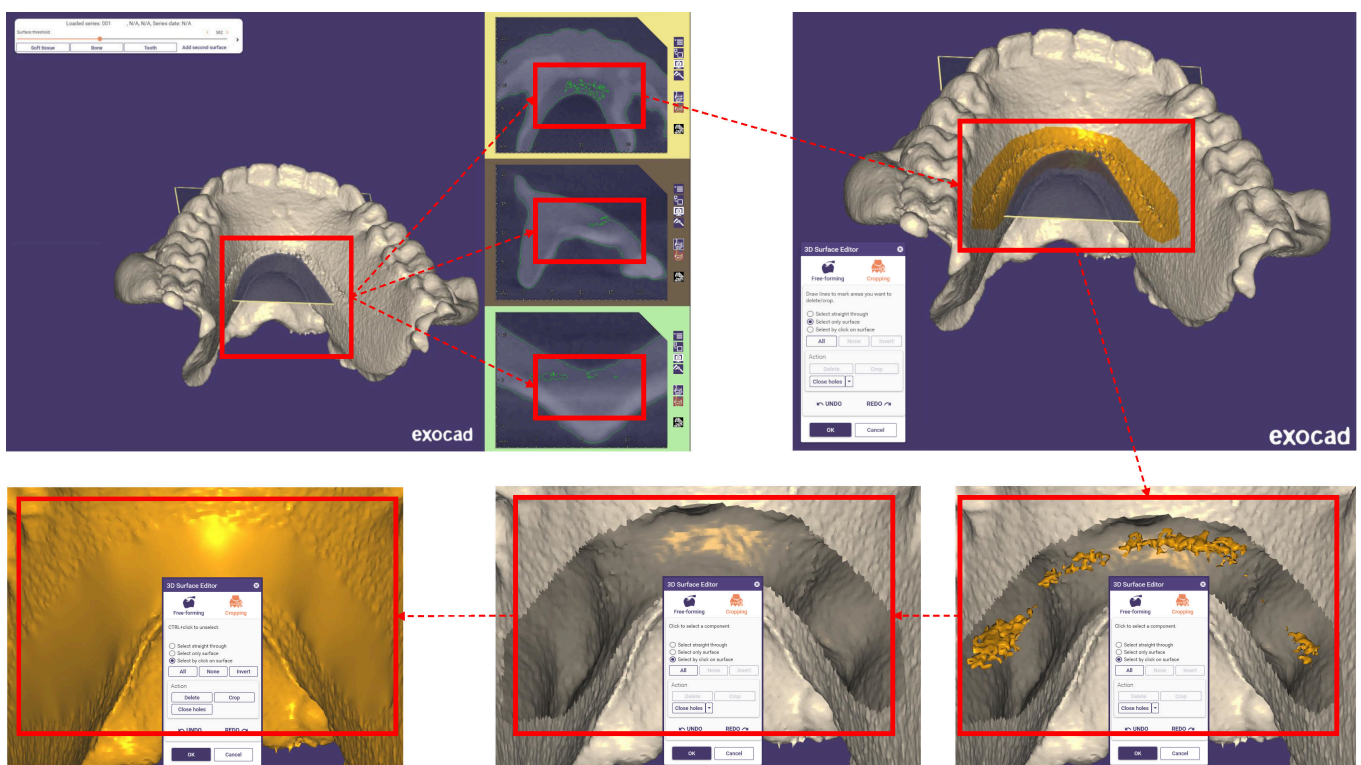

Abb. 18.26: Fehlerbehebung für den Fall, dass die Zusammenführung fehlschlägt
- Schritt 3:** Prüfen Sie in Sekundäransichten auf verbleibende Mesh-Artefakte innerhalb des Prothesen-Meshs, die mit dem Prothesen-Mesh verbunden sind (siehe Abbildung 18.26). Verwenden Sie die Option OBERFLÄCHE MARKIEREN und wählen Sie den Oberflächenabschnitt des Meshs, mit dem die Mesh-Artefakte verbunden sind. Löschen Sie die Auswahl, um die Mesh-Artefakte vom Prothesen-Mesh zu lösen. Wählen Sie das Prothesen-Mesh mit der Option MIT KLICK AUF OBERFL. MARKIEREN und kehren Sie die Auswahl um. Dadurch werden die abgelösten Mesh-Artefakte ausgewählt. Löschen Sie schließlich diese Mesh-Artefakte, wählen Sie das komplette Prothesen-Mesh und klicken Sie auf LÖCHER ZU. Verwenden Sie ggf. Freiformwerkzeuge, um betroffene Bereiche zu glätten.